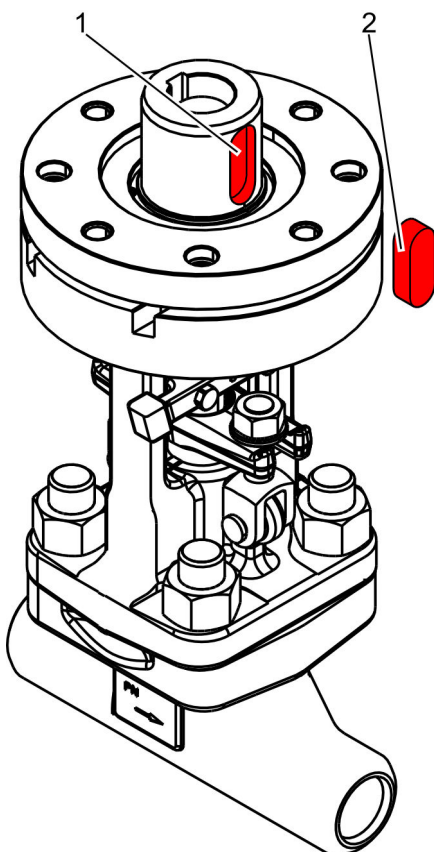

Abb. 23: Passfeder entfernen
4. ➤ Passfeder (Abb. 23/2) aus der Passfedernut (Abb. 23/1) der Gewindebuchse herausnehmen.